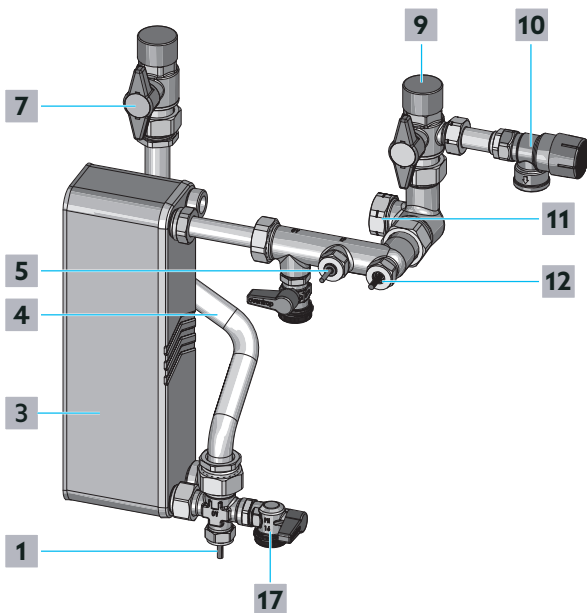

Abb. 33: Trinkwasserkreis
- 2 Schließen Sie langsam den Absperrkugelhahn Trinkwasser warm (siehe Position 7 in Abb. 33 auf Seite 52 und in Abb. 1 auf Seite 11).
- 3 Schließen Sie langsam den Absperrkugelhahn Trinkwasser kalt (siehe Position 9 in Abb. 33 auf Seite 52 und in Abb. 1 auf Seite 11).
- 4 Schrauben Sie die Verschlusskappe des unteren KFE-Kugelhahns ab (Position 17 in Abb. 33 auf Seite 52 und in Abb. 1 auf Seite 11).
- 5 Schließen Sie den Ablassschlauch für Trinkwasser an den unteren KFE-Kugelhahn an (Position 17 in Abb. 33 auf Seite 52 und in Abb. 1 auf Seite 11).
- 6 Öffnen Sie den unteren KFE-Kugelhahn (siehe Position 17 in Abb. 33 auf Seite 52 und in Abb. 1 auf Seite 11).
- 17** Schließen Sie den unteren KFE-Kugelhahn (siehe Position **17** in Abb. 33 auf Seite 52 und in Abb. 1 auf Seite 11).
- 5 Schließen Sie den unteren KFE-Kugelhahn (siehe Position 17 in Abb. 33 auf Seite 52 und in Abb. 1 auf Seite 11).